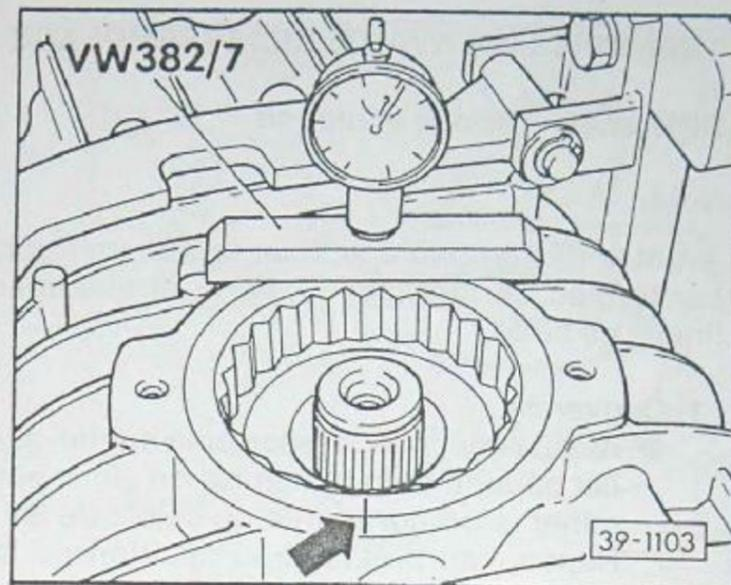

Fig. 3 Position de la bague-palier: calcul et marquage
- Avant la dépose: desserrer la bague-palier gauche de la transmission afin d'éliminer la précontrainte du carter de BV. Repérer au préalable la position de la bague-palier – fig. 3
- Repérer avant la dépose – fig. 3